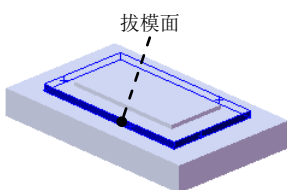

图 17.8.9 定义拔模面
- (3) 定义拔模面。选取图 17.8.9 所示的面为拔模面。